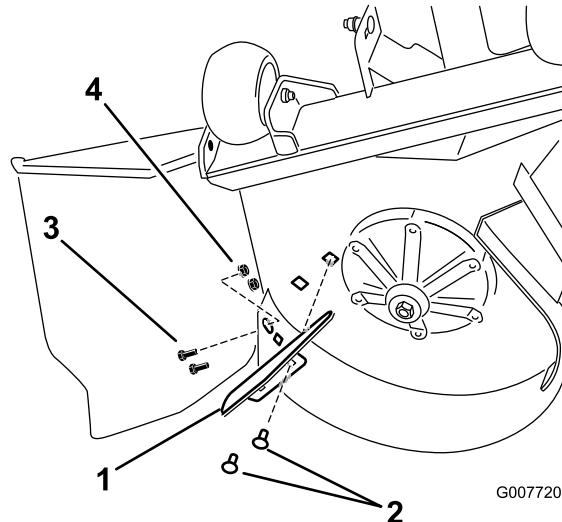

Figura 23
- Individuate il deflettore di scarico tra le parti sciolte. Installate il deflettore di scarico nel sottoscocca come mostrato alla Figura 23.